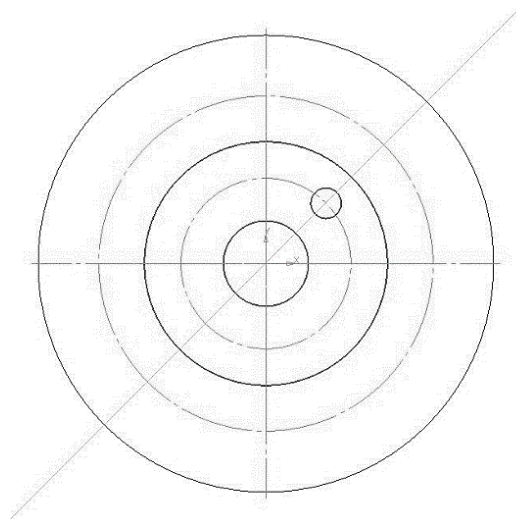

Рис. 19. Создание окружности
2.2.2 Начертим **Окружность** диаметром 10 мм с центром в точке, находящейся на пересечении вспомогательной прямой и окружности диаметром 56 мм. В инструментальной панели выбираем – **Окружность**. На панели свойств задаем размер: диаметр 10; стиль линии – основная. ЛКМ **Создать объект** (рис. 19).